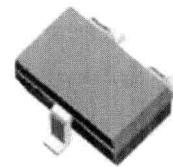

图 1-10 贴片三极管
(9) 贴片三极管。图 1-10 所示是贴片三极管，引脚很短，它装配在电路板铜箔线路一面。